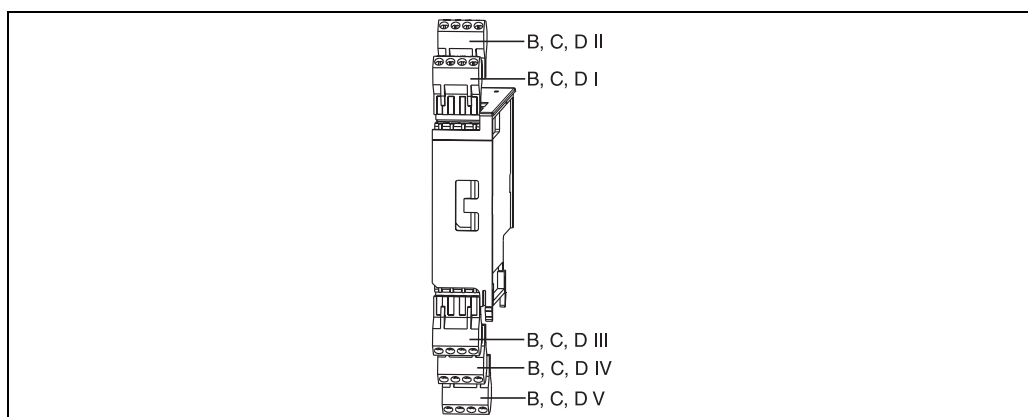

図 11 端子付き拡張カード
項目 4：スロット B（スロット B I、→ 図 11）に挿入されたオプションの汎用拡張カードなどに接続する場合のアクティブセンサの接続
- 項目4：スロットB（スロットB1、→図11）に挿入されたオプションの汎用拡張カードなどに接続する場合のパッシブセンサの接続